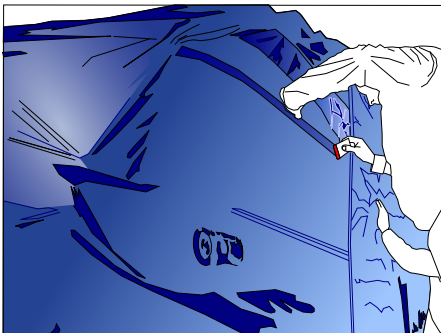

Figure 03
- › En partant de la poupe, retirer plusieurs dizaines de centimètres de liner. (FIG. 03)